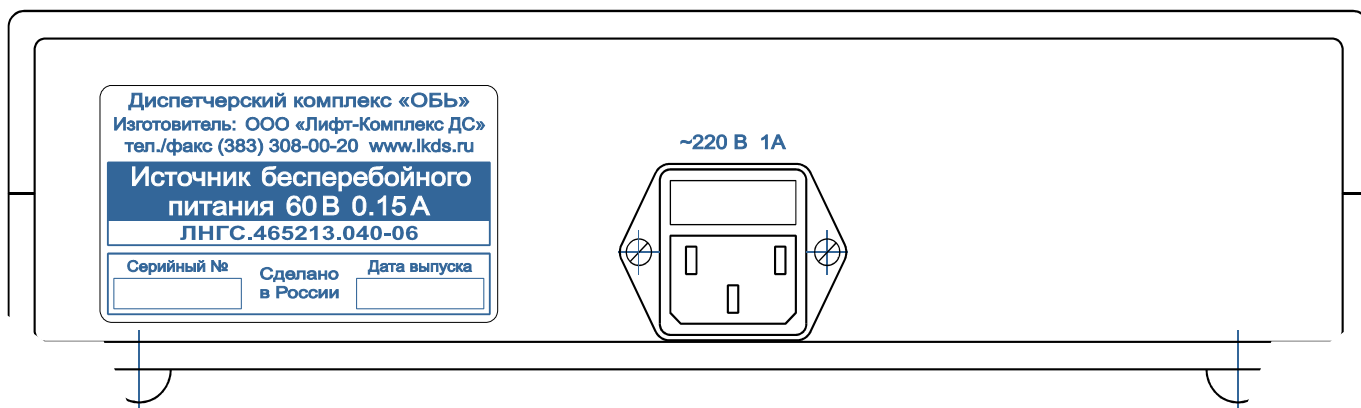

Рисунок 3. Задняя панель ИБП
1.4.2 На задней панели ИБП (см. рис. 3) расположен разъём сетевого питания «220 В».